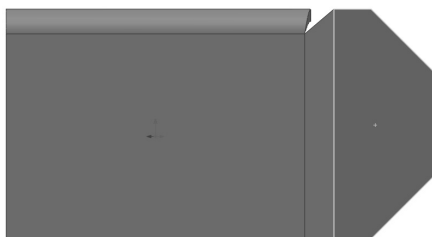
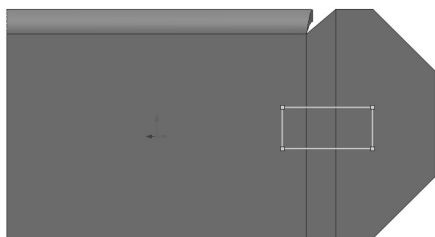
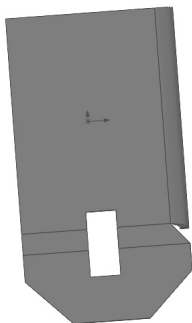

图 10-117 设置基准面
图 10-118 绘制矩形草图
图 10-119 生成切除特征
3) 选择钣金零件上箭头所指表面作为绘图基准面, 如图 10-117 所示。然后单击“标准视图”工具栏中的 (正视图) 按钮, 单击“草图”控制面板中的 (边角矩形) 按钮, 绘制矩形草图, 如图 10-118 所示。单击“特征”控制面板中的 (拉伸切除) 按钮, 或选择“插入”→“切除”→“拉伸”菜单命令, 在弹出“切除拉伸”属性管理器“终止条件”列表框中选择“完全贯通”, 然后单击 (确定) 按钮, 生成切除拉伸特征, 如图 10-119 所示。